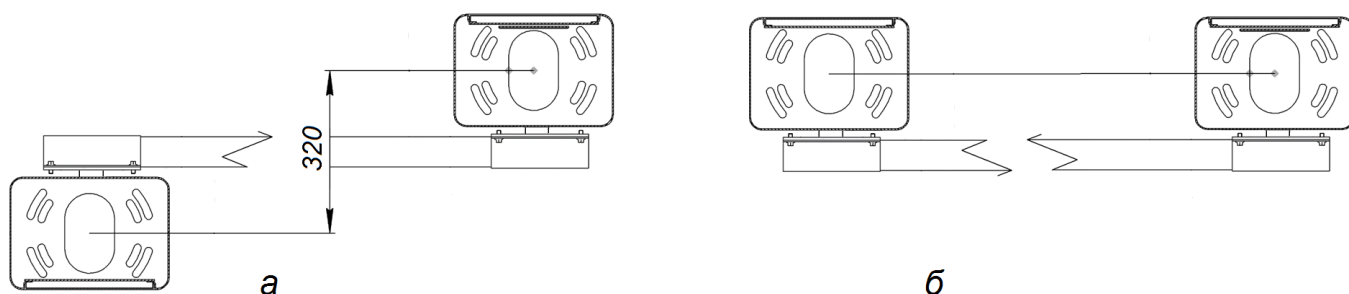

Рисунок 3
- Тумбу шлапбаума надо развернуть вокруг оси на 180° (см. Рисунок 3)